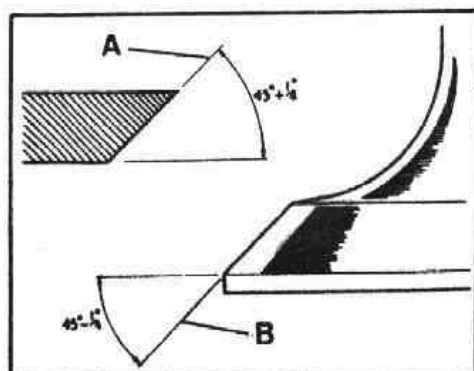

Fig. A1-71 Angulo de asiento en válvulas y culata
- 2.6. Con el equipo apropiado, verificar los asientos de las válvulas en la culata, siendo la inclinación correcta  $45^\circ + 1/4^\circ$  tanto para admisión como para escape, A (Fig. A1-71).
- 2.7. La inclinación correcta de los asientos de las válvulas tanto para admisión como para escape, es de  $45^\circ - 1/4^\circ$ , B (Fig. A1-71).
- 2.8. Se llevará a cabo el rectificadado de los asientos de las válvulas en la culata, con el equipo apropiado, teniendo en cuenta que dicho ángulo es el, A, citado en la Fig. A1-71.